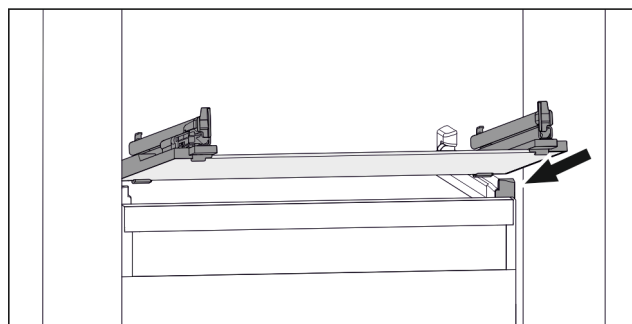

Fig. 115 Eksempel på fremstilling av glassplaten
- Sett glassplaten på skrå bak stopperne. (se Fig. 115)